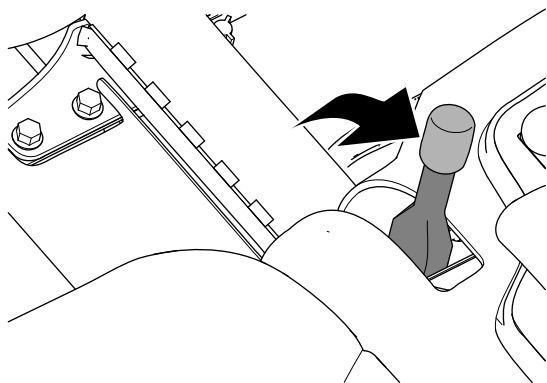

Figure 32
2. Serrez le frein de stationnement (Figure 32).